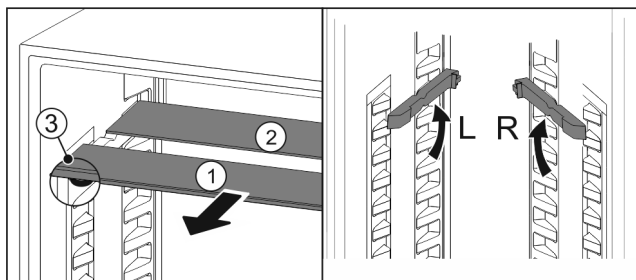

Fig. 85
- ▶ Steklene plošče posamično izvlecite Fig. 85 (1) naprej.
- ▷ Steklena plošča Fig. 85 (1) z okrasno letvijo je spredaj.
- ▷ Zaustavljalniki Fig. 85 (3) so obrnjeni navzdol.